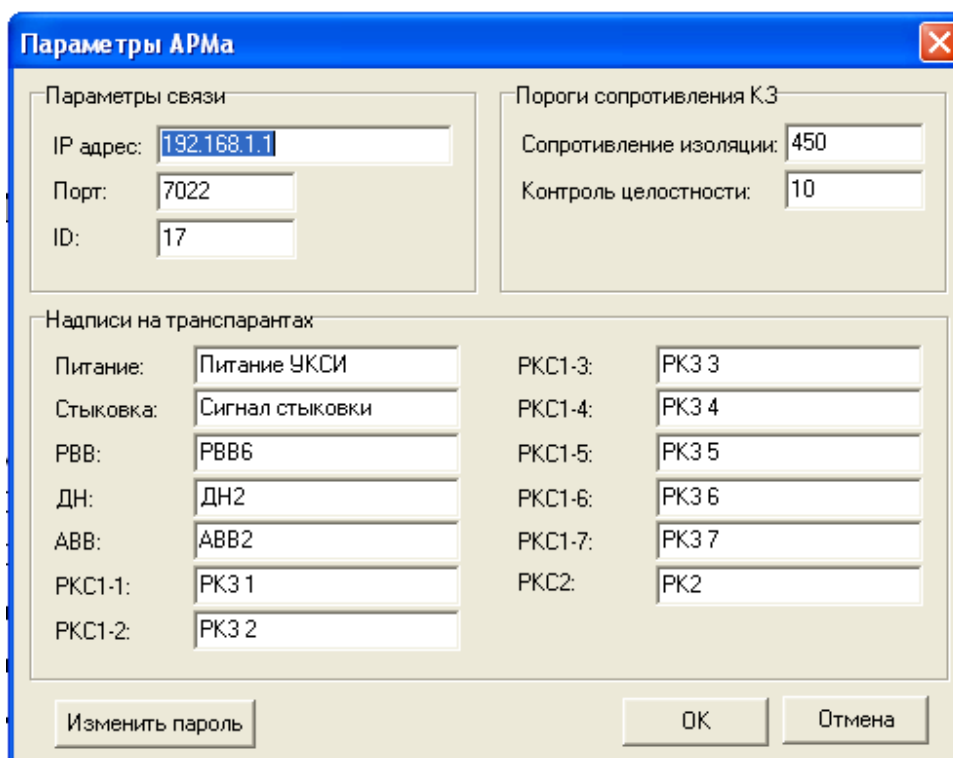

Рис.3.7.2. Диалоговое окно конфигурирования параметров АРМ УКСИ
– Затем на экране появится предложение открыть диалоговое окно конфигурирования параметров АРМ УКСИ. Нажмите экранную кнопку Yes. При этом на экране появится диалоговое окно конфигурирования параметров АРМ УКСИ, представленное на рис.3.7.2.